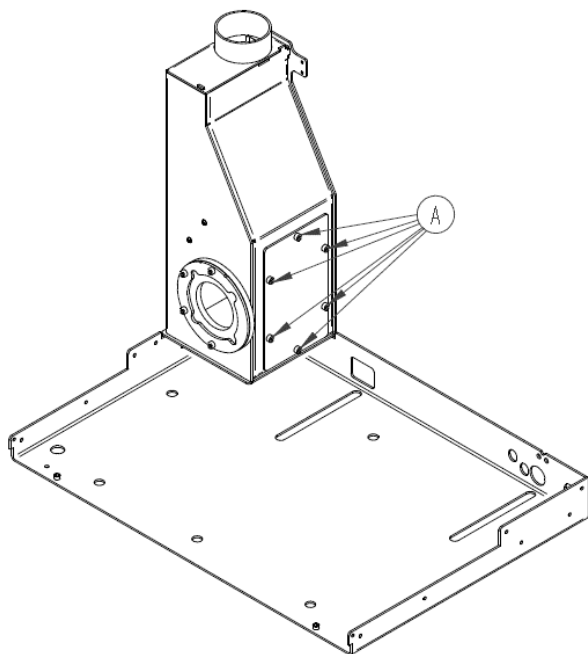

Figure 51 – Boîte à fumées
- Dans la partie fixe, à l'arrière gauche se trouve le raccordement de l'extracteur de fumées dans la base de la cheminée (Figure 51). La liaison se fait avec un joint d'étanchéité en silicone rouge ; vérifier si ce joint est en parfait état. Il ne doit pas avoir de fissure ni de coupure et doit conserver sa souplesse. S'il n'est pas en parfait état, il doit être remplacé (réf CO0510000750000 – Joint silicone rouge Ø 75x145mm).
- La boîte à fumée comporte sur le côté droit un couvercle fixé par six vis M6x12 DIN912 (Figure 51), il est nécessaire de démonter ce couvercle pour accéder à l'intérieur pour le nettoyage. Utiliser une clé Allen de 5.